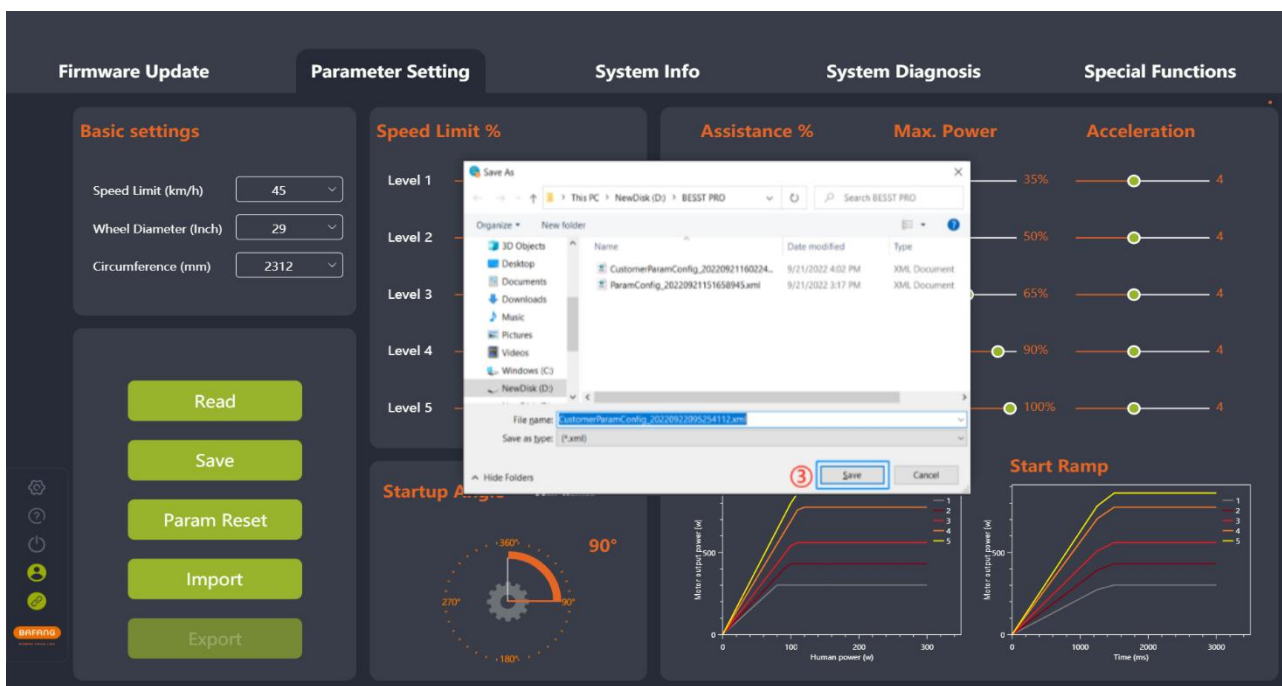

图 5-20 导出
- (3) 将参数界面的配置信息和控制器硬件版本（用于导入验证）导出成文件并保存到本地，路径可自主选择，文件名可编辑，例如：CustomerParamConfig_20220922095254112.xml（如图 5-20）。